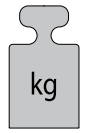

Abb. 12 Feldlasten für Regalhöhe:
Beachten Sie unbedingt die Belastungskurven (Abb. 12)!
Faire impérativement attention aux courbes de charge (fig. 12)!
Neem absoluut de belastingsdiagrammen (afb. 12) in acht!
Please make sure to observe the load curves (Fig. 12)!
- (D) Die angegebenen maximalen Tragfähigkeiten für Gefachabenen [Q] gelten bei jeweils gleichmässig verteilter Last. Die Summe der Fachlasten [ΣQ] in einem Regalfeld muss kleiner oder gleich der unten angegebenen Feldlast [Qmax.] sein. Bei Aufstellung von weniger als 3 Regalfeldern reduziert sich die jeweils angegebene Feldlast um 10%. Der Gesamtschwerpunkt darf in jedem Fall nicht über der halben Regalhöhe liegen. **Beachten Sie unbedingt die Belastungskurven (Seite 5, Abb. 12)!**
- (F) Les données maximales de support de charge pour sols spéciaux (Q) sont valables dans le cas d'un partage régulier de la charge. La somme des charges spéciales [ΣQ] sur un plan d'étagère doit être égale ou inférieure au poids/surface [Qmax.]. Das les cas ou le montage comporte moins de 3 plans d'étagères, le poids/surface se réduit de 10%. La totalité de la charge ne doit en aucun cas dépasser la moitié de la hauteur. **Faire impérativement attention aux courbes de charge (page 5, fig. 12)!**
- (NL) Het opgegeven maximale draagvermogen voor leggers [Q] geldt bij telkens gelijkmatig verdeelde belasting. De som van de belasting van de leggers [ΣQ] in één stellingveld moet kleiner of gelijk zijn aan de onderstaande veldbelasting [Qmax.]. Bij opstelling van minder dan 3 stellingvelden wordt de telkens opgegeven veldbelasting met 10% gereduceerd. Het algemene zwaartepunt mag in elk geval niet boven de helft van de stellinghoogte liggen. **Neem absoluut de belastingsdiagrammen (bladzijde 5, afb. 12) in acht!**
- (GB) The maximum carrying loads listed for compartment floors [Q] apply when the load is evenly distributed in each case. The sum of compartment loads [ΣQ] in a shelf bay must be smaller or equivalent to the bay load [Qmax.] stated below. In cases where fewer than 3 shelf bays are erected, the bay load listed is reduced by 10% in each case. The overall centre of gravity must not under any circumstances be above half the height of the shelving. **Please make sure to observe the load curves (Page 5, Fig. 12)!**
Lastangaben:	Beachten Sie die Belastungskurven (Seite 5, Abb. 12)!
Indications de charge:	Faire attention aux courbes de charge (page 5, fig. 12)!
Opgave van de belasting:	Neem de belastingsdiagrammen (bladzijde 5, afb. 12) in acht!
Permissible loading:	Please observe the load curves (Page 5, Fig. 12)!